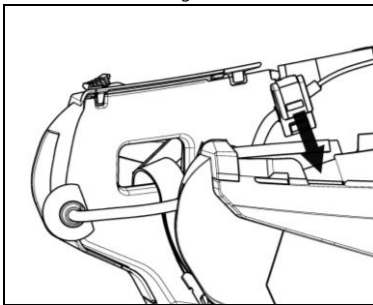

Fig. 7
- Sistemare il cavo all'interno del casco e far scattare la clip di fissaggio destra nell'apposita sede (Fig. 7).